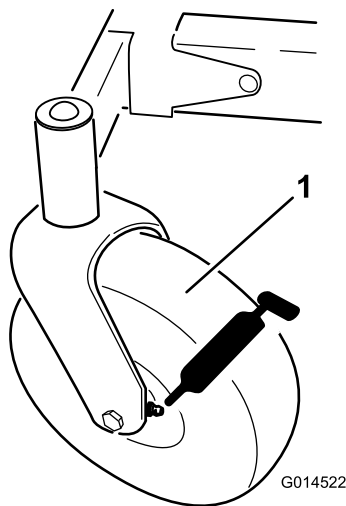
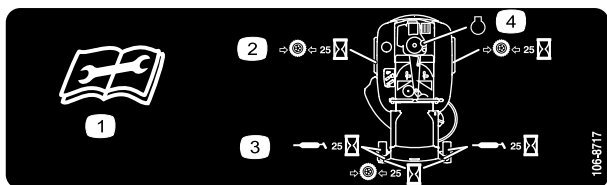

Figure 25
Figure 26
3. Nettoyez les graisseurs (Figure 25 et Figure 26) à l'aide d'un chiffon. Grattez la peinture qui pourrait se trouver sur les graisseurs.
4. Raccordez une pompe à graisse à chaque graisseur (Figure 25 et Figure 26). Injectez de la graisse dans les graisseurs jusqu'à ce qu'elle commence à sortir des roulements.